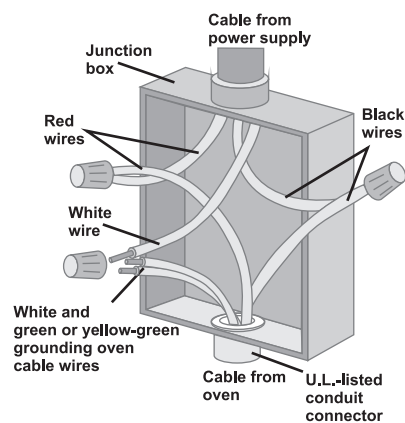

fig.1)
Le four est conçu pour une installation à l'intérieur de n'importe quel ameublement tant que ce dernier est résistant à la chaleur. Procédez selon les dimensions illustrés dans les figures 1, 2 et 3. Pour installer sous un comptoir, suivez les dimensions données dans la figure 3. Pour installer sous un comptoir sous une table de cuisson ayant des contrôles connexes au four, assurez-vous d'avoir un minimum de dégagement de chacun des côtés des murs d'au moins 110 mm tel qu'illustré dans la figure 1.
Pour installer sous une table de cuisson séparée, laissez un dégagement à l'arrière et au bas tel que montré dans la figure 1 (ref. B). Voir les instructions pertinentes pour l'ajustement et pour solidifier la table de cuisson.
- Référez-vous aux figures 1 et 2 ci-dessous, qui représentent la manière la plus commune de faire la connexion électrique.
Référez-vous à la **figure 1**, où les codes locaux permettent la connexion entre le fil de mise à la terre de l'appareil et le fil neutre du circuit de dérivation (fil de couleur blanc) :